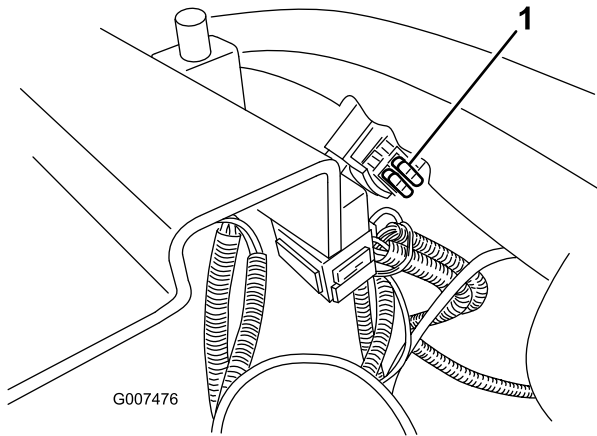

Figura 30
1. Tirate il fusibile (Figura 30) per estrarlo dalla presa.